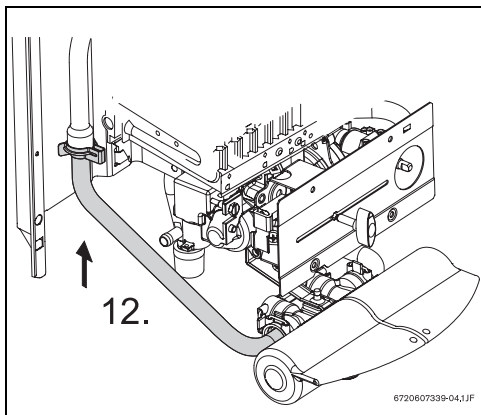

Fig. 4
- ▶ Effectuer le raccordement d'eau chaude entre le mélangeur et l'appareil (→ Fig. 4, pos. 12).